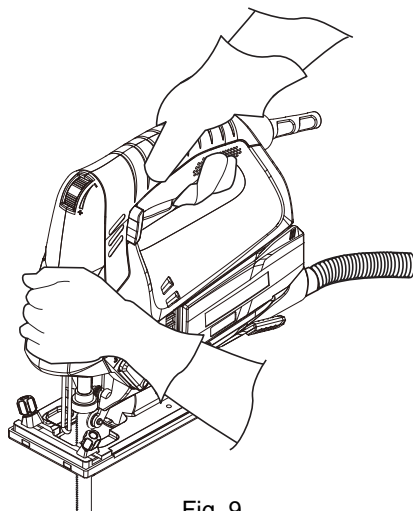

Fig. 9
6. Hold produktet med én hånd på håndtaket **(4)** og den andre hånden på gripeflaten **(22)**. Prøv aldri å betjene produktet med bare én hånd! Hold hendene borte fra undersiden av arbeidsemnet (fig. 9).